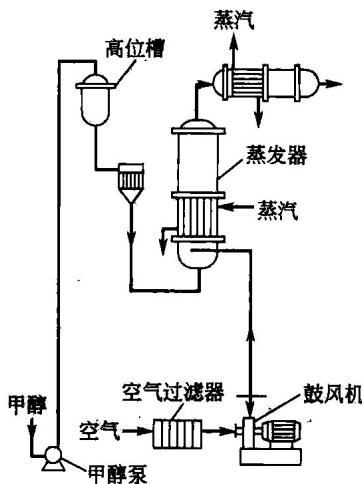
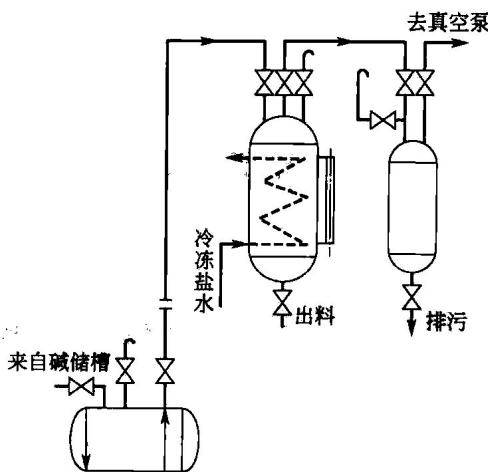

图1-1 甲醇汽化流程中用液体泵
图 1-3 真空抽料输送流程
【案例1】高位槽送料：高层住宅的用水是通过顶层的水箱来实现的，我们称之为高位槽。高位槽送料是一种由高处向低处送料的情况，是利用容器、设备之间的位差，将处在高位设备内的液体输送到低位设备内的操作。输送时，只要在两个设备之间用一根管道连接即可。高位槽的高度与流体的流量有直接的关系，即对于相同的输送管路，高位槽的高度越高，所输送流体的流量越大。另外，对于要求流体稳定流动的场合，为避免输送机械带来的波动，也常常设置高位槽。图1-1是甲醇汽化流程中用液体泵将甲醇送到高位储槽。
【案例4】真空抽料：通过真空系统造成的负压来实现流体输送的操作称为真空抽料。真空抽料是一种由低处向高处送料的情况。通过给下游设备抽真空造成上下游设备之间的压力差来完成流体的输送过程。真空抽料以其结构简单、操作方便、没有动件的优点适用于化工生产中的很多场合；但由于流量调节不方便，需要真空系统，所以不适用于输送挥发性的液体。图1-3是用真空泵将设备3抽真空，来实现输送碱液的过程。
通过上面的学习，仔细观察图 1-1~图 1-3，然后回答下列问题。
- 图 1-1 中，甲醇是通过_____方式被送入高位槽，要使高位槽中的液体被送入蒸发器中，要求高位槽的高度必须_____蒸发器的高度。该流程中采用了_____送料和_____送料的方式。
- 图 1-3 中，烧碱中间槽中的烧碱是通过_____的方式被送入烧碱高位槽的，真空汽包的作用是_____，该输送方式称为_____送料。